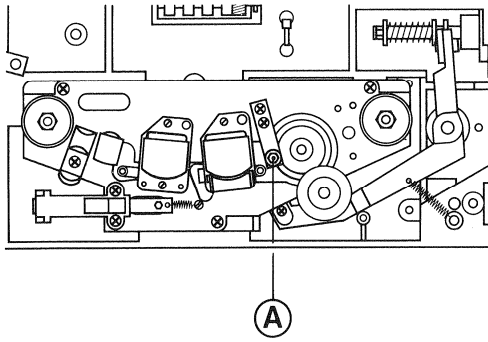

Fig. 4.1.-1
— Bandführungen reinigen, Bandführung (A) *nicht verstellen*. Wenn nötig, kann die Bandführung mit einem Kreuzschlitz-Schraubenzieher vom Kopfräger gelöst werden (2 Schrauben, Fig. 4.1.-1).
— Clean tape guides, take care *not to alter* the adjustment of guide (A). The tape guide may be removed from the headblock after undoing its Phillips head mounting screws (2 screws, fig. 4.1.-1).
Nettoyez les guides de bande, *ne pas dérégler* le guide de bande (A), qui si nécessaire ne sera démonté qu'avec son support, à l'aide d'un tournevis à croix (2 vis, fig. 4.1.-1).